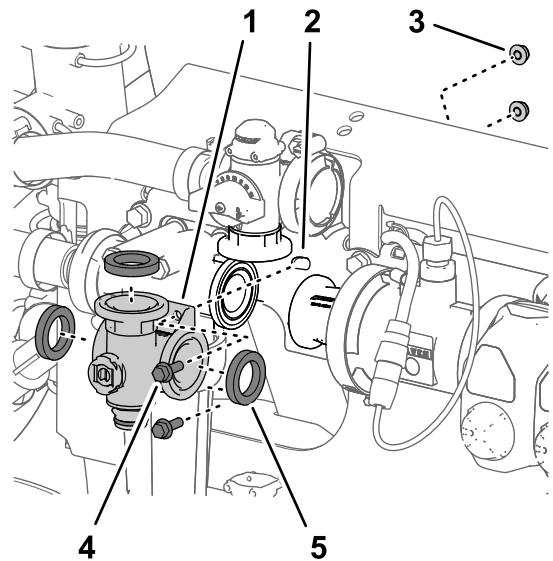
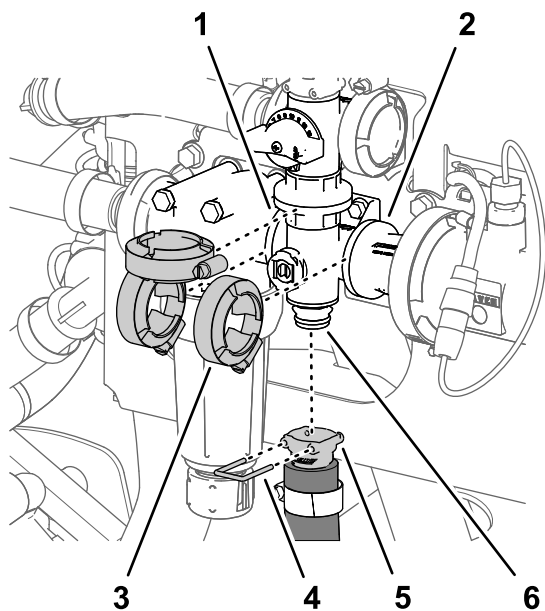

Figura 116
Figura 117
- Alinee la brida del distribuidor de la válvula de agitación y las 3 juntas con las bridas de la válvula de desvío de agitación, la cabeza del filtro de presión, y el adaptador de acoplamiento (Figura 116 y Figura 117).
2. Sujete provisionalmente el colector de la válvula de agitación a la válvula de desvío de agitación, la cabeza del filtro de presión, y el adaptador de acoplamiento (Figura 117) con las 3 bridas de fijación que retiró en Retirada del distribuidor de agitación \(página 82\).
5. Apriete las 3 bridas de fijación a mano (Figura 117).
6. Monte el acoplamiento rápido de la manguera de agitación en el acoplamiento rápido del distribuidor de la válvula de agitación con la grapa (Figura 117).